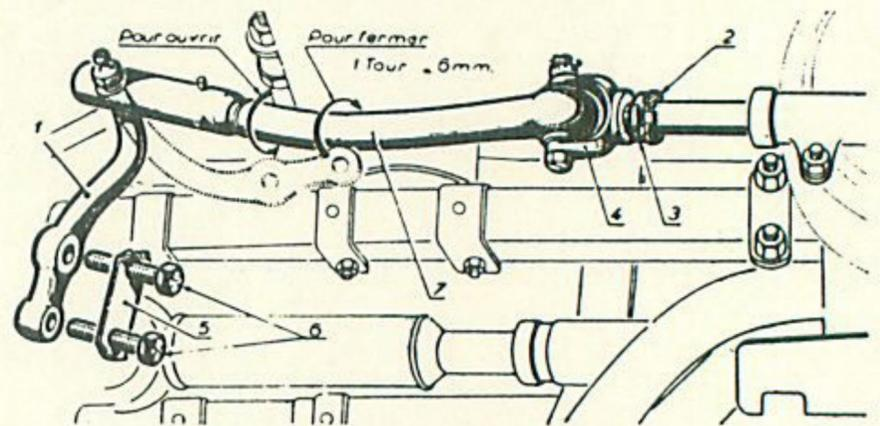

Fig. 51. — Réglage du parallélisme.
- ▶ Placer la voiture sur un plan horizontal, les roues avant bien en ligne. Débloquer l'écrou (3) (fig. 51).
- ▶ Déposer les deux vis (6) de fixation du levier de direction droit. Dégager le levier et le ramener parallèlement à la bielle de direction (7).
- ▶ Pour ouvrir les roues, visser la chappe, ramener le levier de direction en position, reposer les deux vis (6) et serrer.
- Le réglage étant terminé, bloquer les deux vis (6) du levier et rabattre les freins des vis (5).
- ▶ Bloquer l'écrou (3) de la chappe de réglage et le freiner.